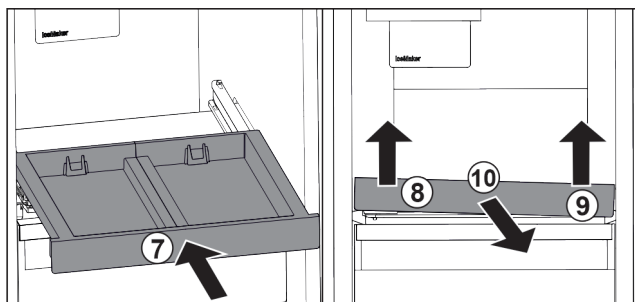

Fig. 35
- Zasuňte vysouvací přihrádku. Fig. 35 (7)
- Vysouvací přihrádku vpředu vlevo nadzvedněte. Fig. 35 (8)
- Vysouvací přihrádku vpředu vpravo nadzvedněte. Fig. 35 (9)
- Odeberte vysouvací přihrádku směrem dopředu. Fig. 35 (10)